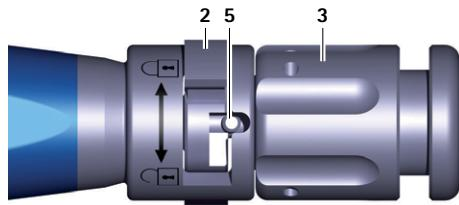

Fig. 4 Primer plano del instrumento de inserción, implante de prueba/implante tensado
- Gire la tuerca giratoria 3 del instrumento de inserción A en sentido de las agujas del reloj (en dirección "back") hasta tensar el implante de prueba, ver Fig. 4.
- ▶ Gire la tuerca giratoria **3** del instrumento de inserción **A** en sentido de las agujas del reloj (en dirección a "back") hasta tensar el implante, ver Fig. 4.